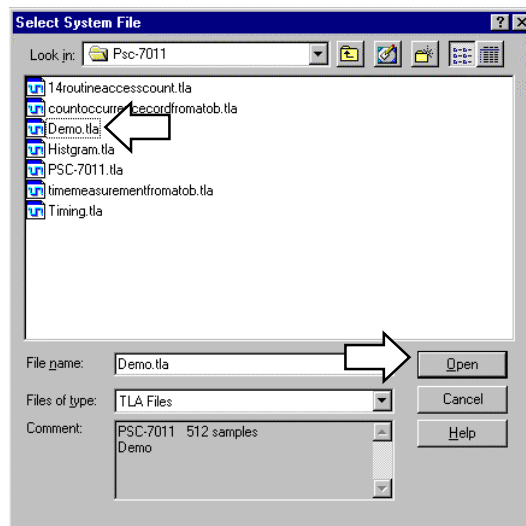

図 A-2 : [Select System File]ダイアログ・ボックスの設定
2. 図 A-2 の[Select System File]ファイル・ダイアログ・ボックスが表示されるので、下記のうち、所望のファイルを選択し、<Open > ボタンをクリックします。